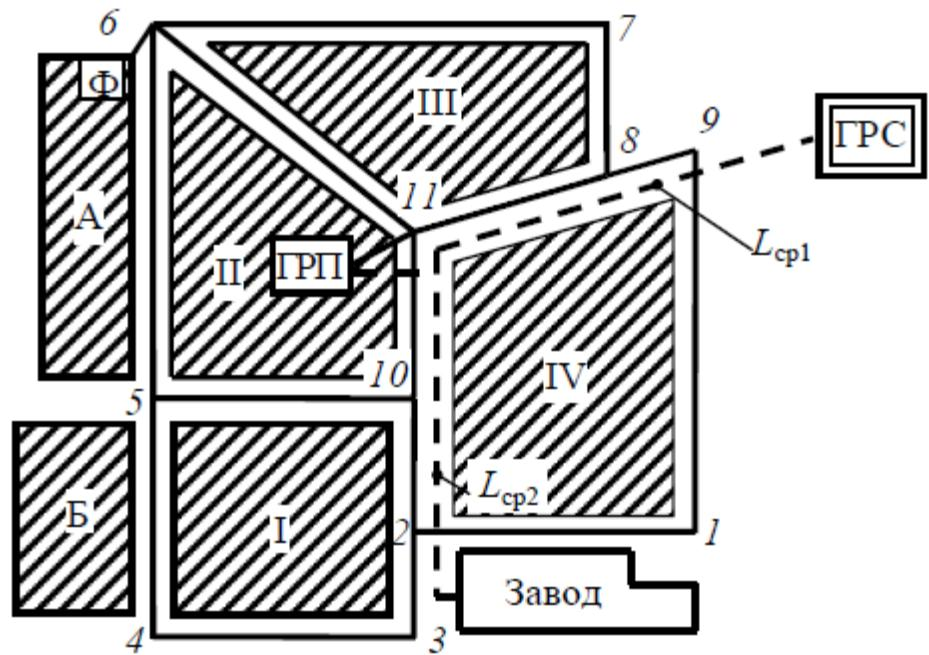

Рис. 1. Схема газовых сетей
**Задача 5.** Рассчитать газопровод среднего и низкого давления снабжающего природным газом ( $\rho = 0,73$  кг/м3) жилые кварталы рабочего поселка и промышленные объекты (рис. 1). Избыточное давление газа на выходе из ГРС 0,28 МПа. Застройка рабочего поселка одноэтажная с плотностью населения 300 человек/га. Удельный расход газа  $q = 1,1$  м3/(ч·чел.). На территории поселка имеются сосредоточенные потребители газа. Фабрика с расходом газа низкого давления 150 м3/ч и завод с расходом газа среднего давления 600 м3/ч. Подача газа в распределительную газовую сеть низкого давления осуществляется из ГРП под давлением 300 мм вод.ст. Расчетный перепад давления в сети газопровода низкого давления  $\Delta P_c = 1000$  Па. Длины сторон колец газопроводов и площади застройки жилых